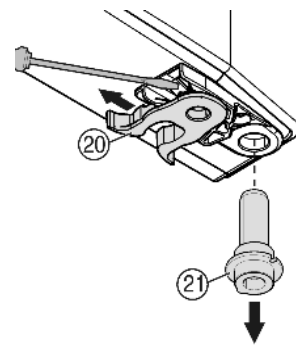

Fig. 10
- Fjederklemme Fig. 10 (20) flyttes: Tappen trykkes ned, fjederklemmen trækkes op over den og fjernes.
- Træk lejebolten Fig. 10 (21) ud af dørens bøsning og sæt den i sammen med skiven på den modsatte side. Tappen skal pege mod dørens inderside, kærven mod ydersiden.
- ▶ Sving døren ind forneden og sæt lejebolten *Fig. 10 (21)* ind i lejekonsollen. Drej i givet fald lejebolten, så den kan falde i hak.